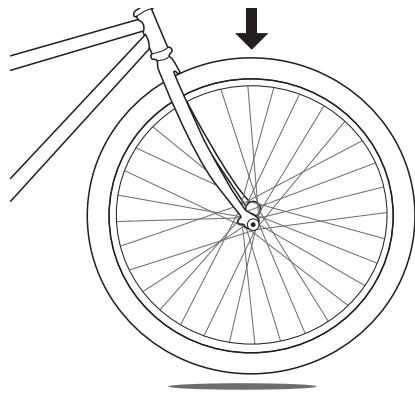

Figure 38. Soulevez la roue avant du vélo pour la décoller du sol, et tapez avec la main sur le haut pour vérifier qu'elle est correctement bloquée.
- Test A. Soulevez le vélo et frappez brusquement le haut du pneu avec la main (Figure 38). La roue ne doit pas se détacher, se desserrer ou bouger latéralement.